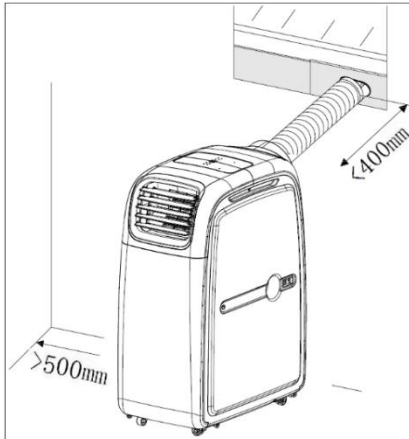

Fig. 1
- Poggiare l'apparecchio su una superficie piana nelle vicinanze di una presa di corrente adatta, a min. 50 cm di distanza dai lati con filtro e altri oggetti. Il tubo di scarico deve essere tenuto dritto e non allungato per più di 40 cm per una funzionalità ottimale, in modo che l'aria calda nel tubo di scarico possa uscire dalla stanza il più rapidamente possibile (vedere Fig. 1).